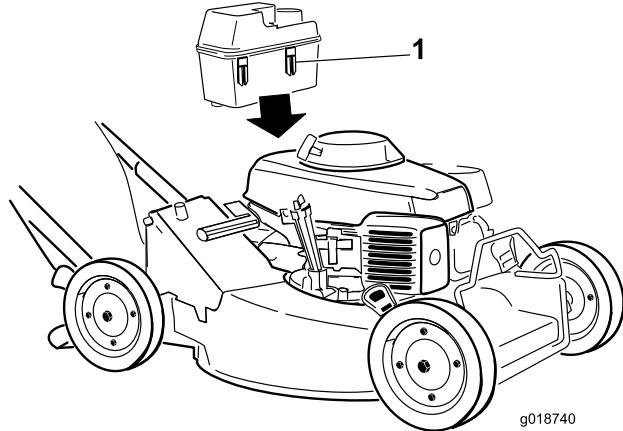

Figure 5
- Glissez les clips en plastique situés à l'avant du réservoir de carburant sur le support du réservoir (Figure 5).